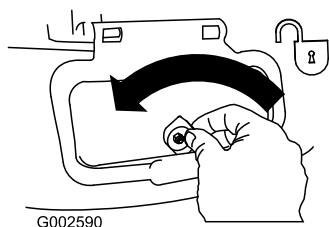

Figura 39
1. Desbloquee la puerta de descarga lateral (Figura 39).